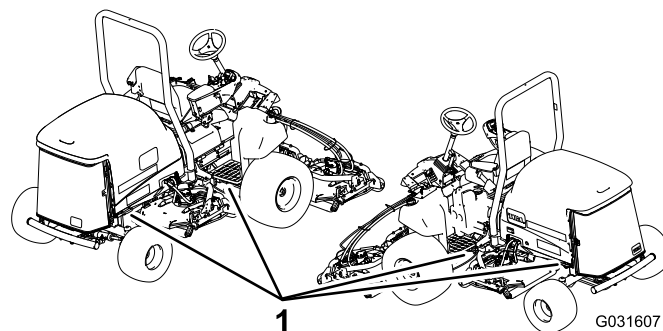

Figure 25
5. Servez-vous des points d'attache en métal de la machine (Figure 25) pour arrimer solidement la machine sur la remorque ou le véhicule de transport au moyen de sangles, chaînes, câbles ou cordes.